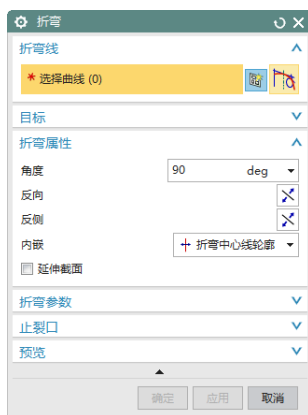

图 3-74 “折弯”对话框
(1) 选择“菜单(M)”→“插入(S)”→“折弯(N)”→“折弯(B)...”，或者单击“主页”选项卡“折弯”面组上“更多”库下“折弯”按钮 ，打开如图 3-74 所示“折弯”对话框。设置“角度”为 45°，在“内嵌”选项中选择“折弯中心线轮廓”，取消 复选框，其他默认设置。